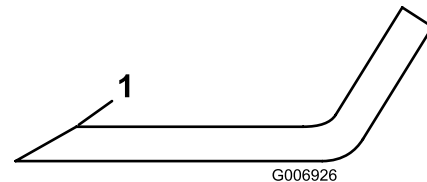

Figura 35
1. Affilate i taglienti da entrambe le estremità di ogni lama con una lima (Figura 35). Rispettate l'angolazione originale. La lama rimane bilanciata soltanto se rimuovete una quantità uguale di materiale da entrambi i taglienti.